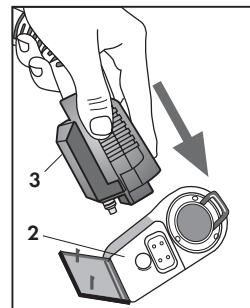

Fig. 28A
Per il suo utilizzo inserire l'attacco (3) del ferro da stiro nella sede della presa accessori (2) (Fig. 28A) al posto del tubo flessibile, come descritto a pag. 8 (Fig. 8) "Attacco del tubo flessibile".
- Ruotare il selettore della temperatura (24) del ferro da stiro, nella zona desiderata per adeguare la temperatura della piastra al tessuto da stirare.
- Procedere normalmente (come per la stiratura a secco) erogando, quando necessario, il vapore premendo il pulsante (23) posto sull'impugnatura.